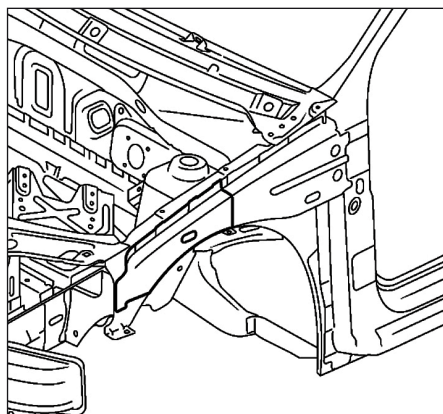

FIG.23
- remplacement partiel (Fig.23),